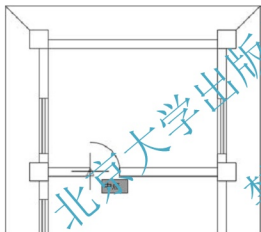

图 3.75 插入“门”图块
(5) 在指定插入点或 [基点(B)/比例(S)/旋转(R)/预览比例(PS)/预览旋转(PR)]: 提示下，捕捉如图 3.75 所示的卫生间门口处。
(6) 在输入门的编号 <M-1>: 提示下，输入“M-3”后按 Enter 键结束命令。